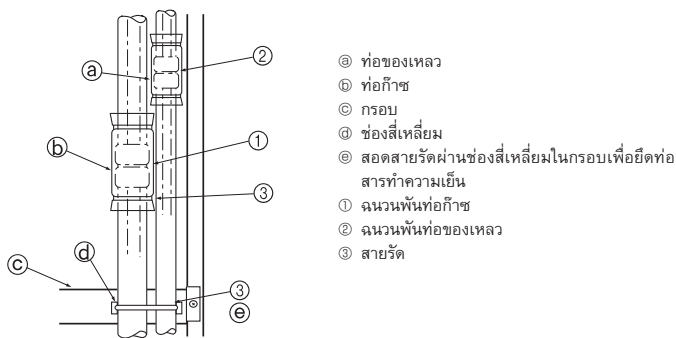

Fig. 4-5
หุ้มฉนวนข้อต่อแฟลร์ ① และ ② ของท่อก๊าซและท่อสารทำความเย็นให้เรียบร้อย หากมีบางส่วนของข้อต่อเปิดอยู่ น้ำอาจหยดลงมาได้ (Fig. 4-5)
- รัดฉนวนพันท่อก๊าซ ① และฉนวนพันท่อของเหลว ② ที่ปลายทั้งสองด้านให้แน่น เพื่อไม่ให้ท่อเลื่อนออกจากกันและวางอยู่ในแนวเดียวกัน
- หลังจากพันฉนวนแล้ว ให้ใช้สายรัด ③ รัดท่อสารทำความเย็นเข้ากับกรอบ (ด้านล่างส่วนข้อต่อท่อ) ซึ่งจะช่วยป้องกันท่อสารทำความเย็นหลุดออกจากกรอบ (หากท่อสารทำความเย็นหลุดออกจากกรอบ จะไม่สามารถติดตั้งตะแกรงได้)